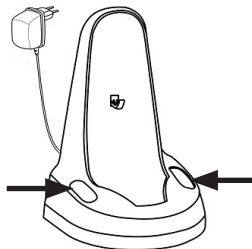

Figure 12
- Les accessoires peuvent être rangés dans les compartiments prévus à cet effet de part et d'autre du socle de chargement (Fig. 12).